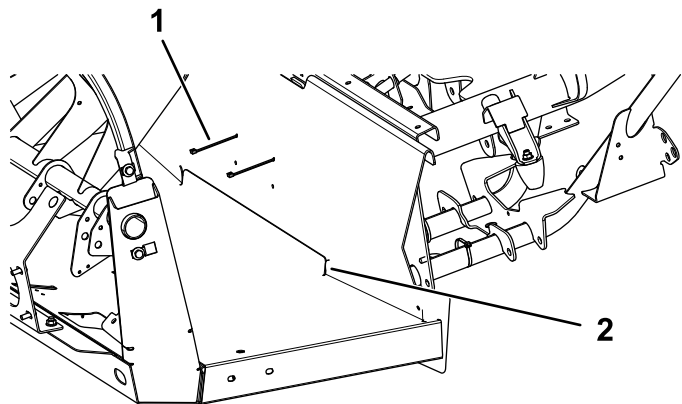

Рисунок 23
3. Сложите накладку крыла и заведите ее за напольный фланец (Рисунок 23).
4. Прикрепите накладку с помощью 2 кабельных стяжек к средней трубе рамы (Рисунок 23).